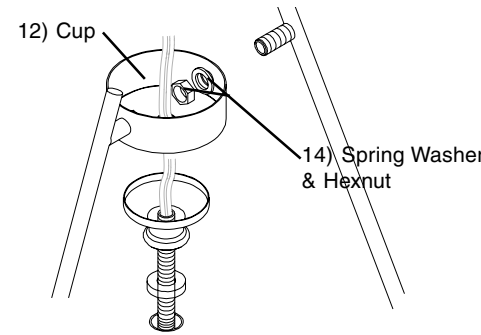

Figure 3
4. Install Support Rods (15) to Cup (12), by removing Spring Washers and Hexnut from Support Rods and threading short extension of Rods through holes in Cup and secure each with one Spring Washer & Hexnut (14). See Fig. 3.
5. Slide Cup Cover over Cup (Note: Rotate Support Rods to the side for Cup Cover to fit between Rods). Slide top Decorative Cap over Inner Center Pipe and thread Loop (10) onto Inner Center Pipe.
4. Instale Varillas de Soporte (15) a la Copa (12), quitando las Arandelas de Resorte y Tuerca Hexagonal de las Varillas de Soporte y roscando la extensión corta de las Varillas a través de los agujeros en la Copa y asegure cada una con una Arandela de Resorte y una Tuerca Hexagonal (14). Vea Fig. 3.
5. Deslice la Cubierta de la Copa sobre la Copa (Nota: Gire las Varillas de Soporte al lado para que la Tapa de la Copa para que quepan entre las Varillas). Deslice la Tapa Decorativa de arriba sobre el Tubo de Centro Interior y rosque el Lazo (10) al Tubo de Centro Interior.